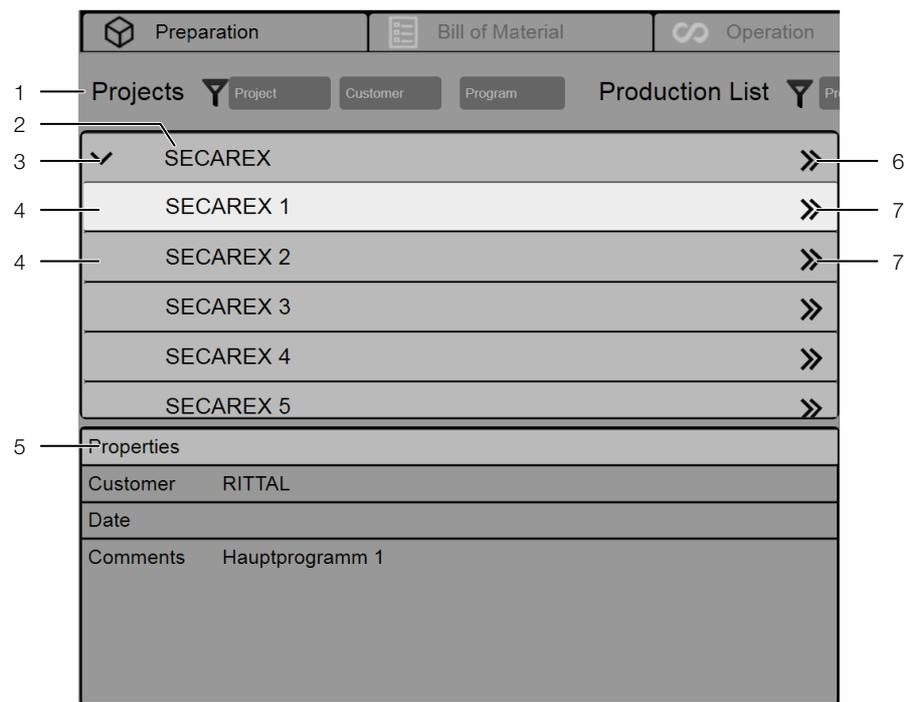

Imagen 8: Pestaña «Preparación» – Proyectos
- Pulse el botón «>>» (imagen 8, pos. 6) detrás del nombre del proyecto.
- Pulse el botón «>» (imagen 8, pos. 3) delante del nombre del proyecto. Se abrirá la lista de los programas principales incluidos en el proyecto.
- Pulse el botón «>>» (imagen 8, pos. 7) detrás del nombre del programa principal deseado.
Cada vez que pulse el botón «>>» (imagen 8, pos. 7) volverán a transferirse (nuevamente) las piezas a la lista. Este procedimiento también permite recopilar piezas de varios programas principales en una lista de producción.